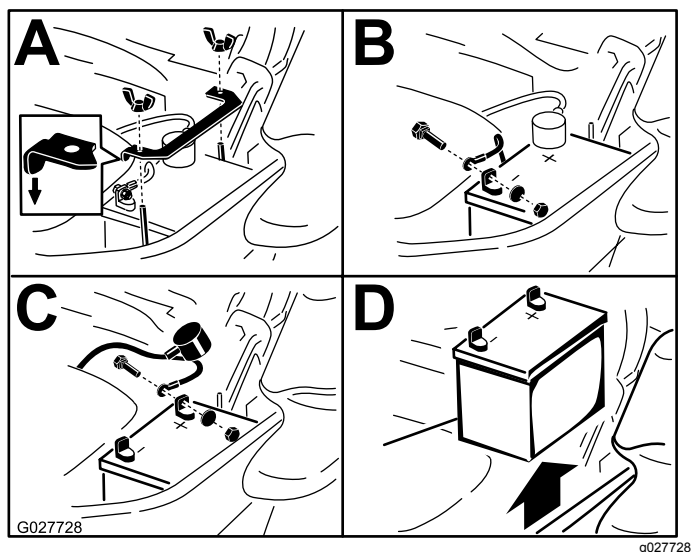

Figure 55
3. Retirez la batterie, comme montré à la Figure 55.
Remarque: Placez la batterie dans son support en tournant les bornes à l'opposé du réservoir hydraulique (Figure 55).